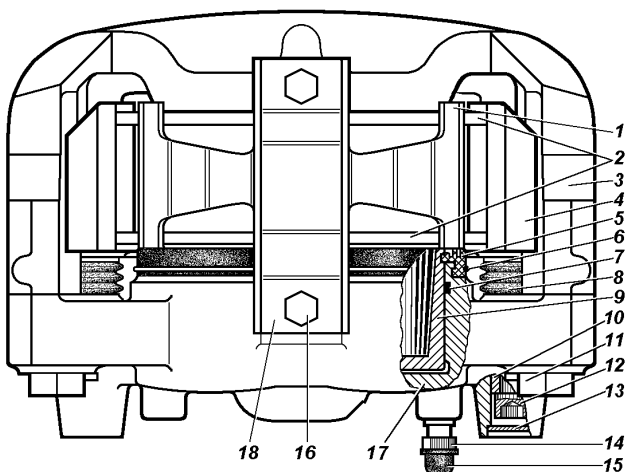

Рис. 9.39. Передние дисковые тормоза:
**Дисковый тормоз передних колес.** Для осмотра тормозных колодок 2 (рис. 9.39) установите автомобиль на горизонтальной площадке, затормозите стояночным тормозом и снимите колесо. Осмотр колодок проводите через окно в суппорте 4. Если фрикционные накладки изношены до толщины